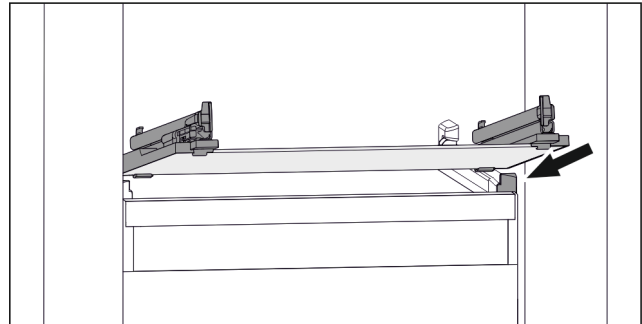

Fig. 168 Przykładowa prezentacja płyty szklanej
- ▶ Założyć płytę szklaną pod skosem za stoperami. (patrz Fig. 168)